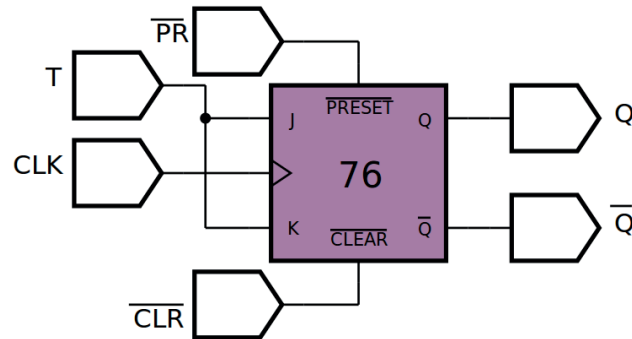

Figura 9.37 – Diagrama esquemático.
- Utilize um programa de simulação em computador (SmartSim, Atanua, Qucs) faça a simulação do circuito da figura 9.37. Compare os resultados com a tabela 9.21.